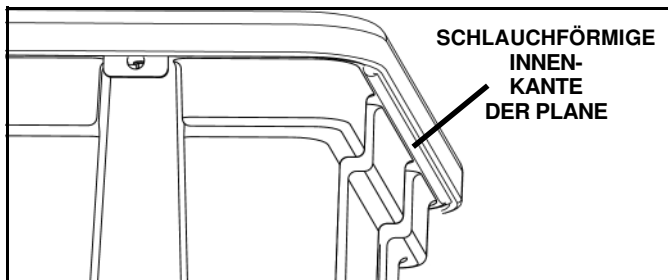

Abb. 1-5
7. Spannen Sie die Plane über den Streuer sodass die schlauchförmige Planeninnenkante straff unter der Trichterlippe sitzt. (Siehe Abb. 1-5).